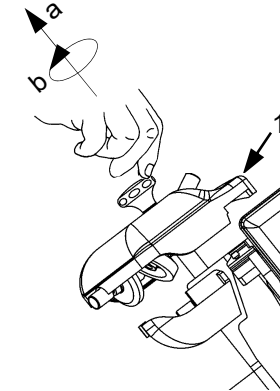

Abb. 35
- die Kappe der Schleifvorrichtung (1) hochziehen (a) und um 180° drehen (b) (Abb. 35);